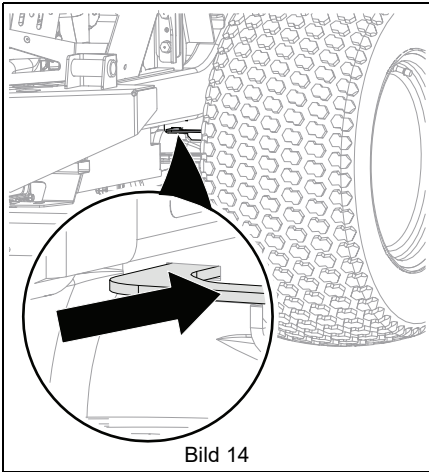

Bild 14
5. Ställ tillbaka transmissionsaxelshunts-pakarna i arbetsläget. Se Bild 14.